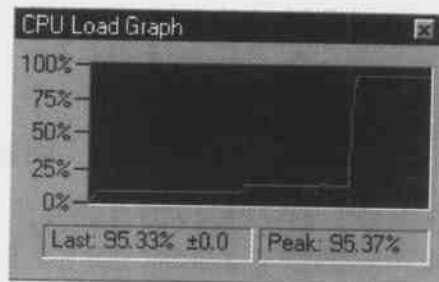

图 7.28 CPU Load 增加大到 95 %
(10) 在 Load 调节窗口将 Load 改为 900, 单击 Execute 按钮。此时 CPU Load 增加大约 95%, 如图 7.28 所示。因此, 执行图和 CPU 负荷窗口的更新更缓慢了。